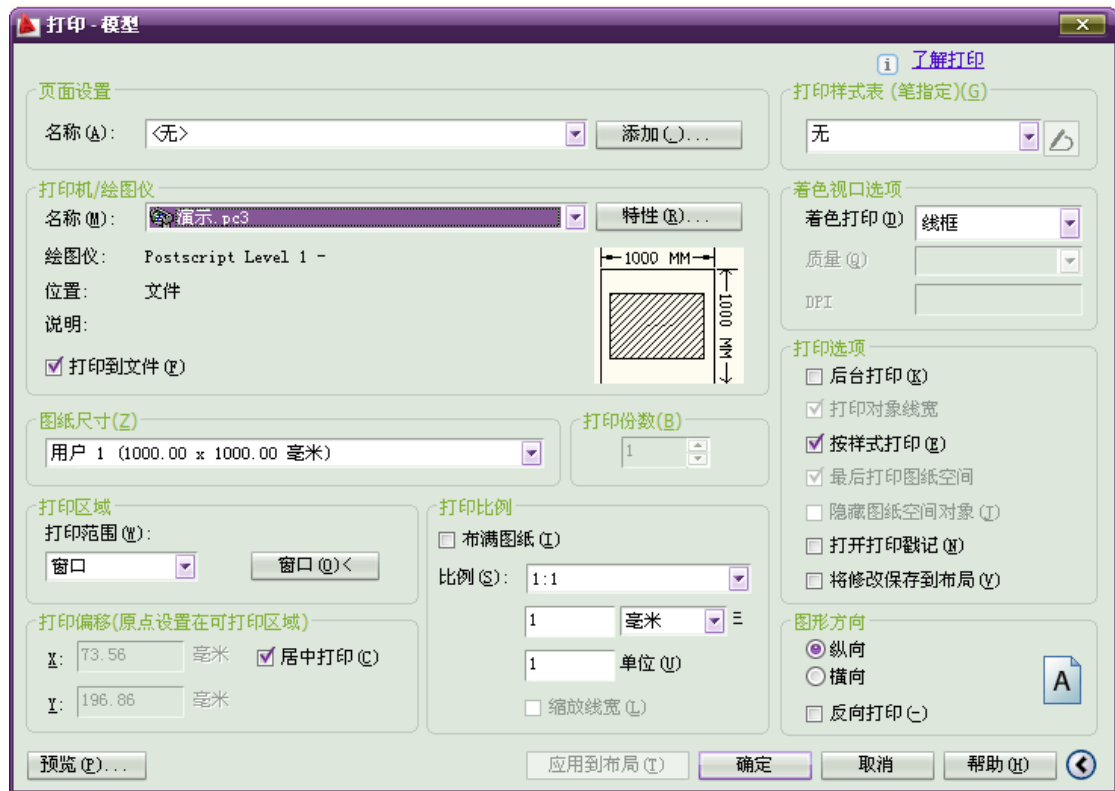
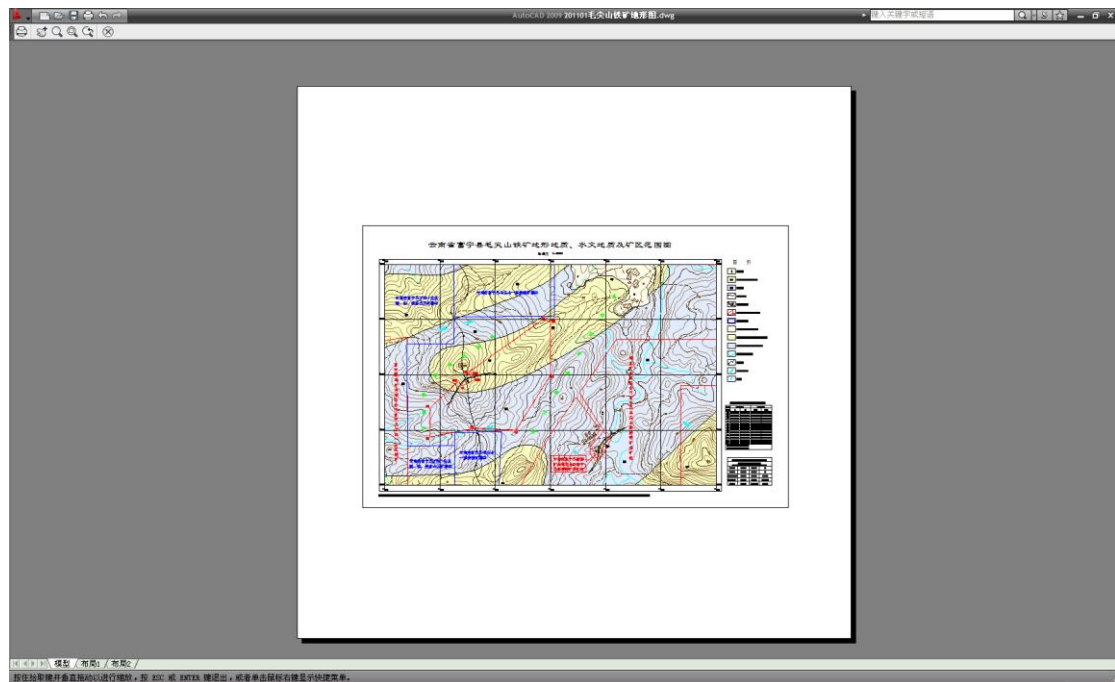

图 24
图 25
8、设置其他选项，打印范围选择窗口，勾选居中打印，比例为 1:1，图形方向选择纵向。设置后如图 24 所示，设置完成后点击窗口，选择要输出的图形，选择后可以再预览中预览如图 25。